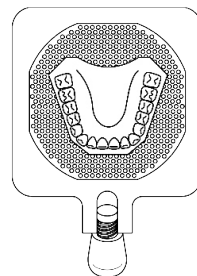

Fig. 4
3. Plaats het tandboog-gipsmodel op de vacuümplaat (fig.4)